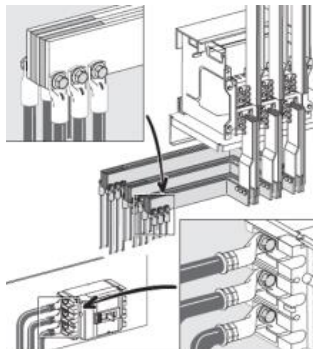

图 4-1
- 连接到铜排接线端时使用接线端子（见图 4-1）。如果连接时使用铝电缆，则使用铜铝过渡线端子。
- 如果连接到每相多片的铜排，则背靠背布置端子，并且在铜排之间插入随 NEA E 系列产品发货的铜排夹片（见图 4-1）。